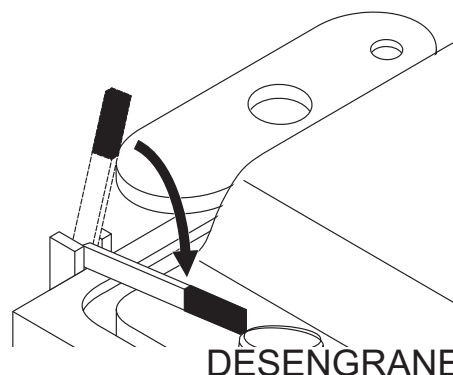

Figura 46. Palanca de transmisión de engrane/desengrane (posición de desengrane)
1. Coloque la **palanca de transmisión engrane/desengrane** en la posición de **desengrane** (Figura 46).